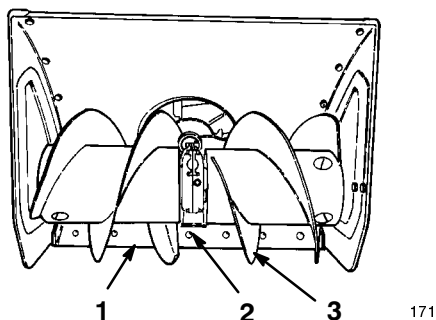

Figure 9
2. Placez la déneigeuse sur une surface plane et horizontale et vérifiez si la lame racleuse (Fig. 9) est bien parallèle au sol. Si ce n'est pas le cas, ajustez la position de la lame racleuse (voir *Réglage des patins et de la lame racleuse*, page 23).